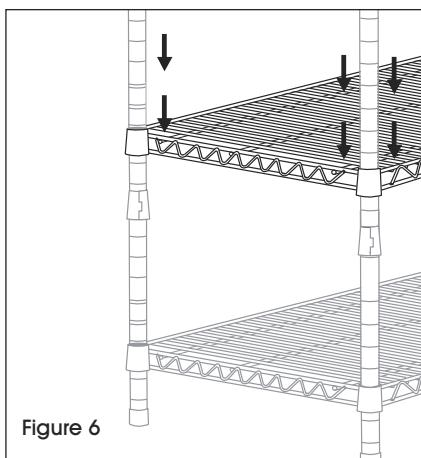

Figure 6
3. Déterminez la hauteur de la tablette suivante, enclenchez les supports, puis ajoutez et fixez la tablette. Répétez l'étape 4 pour ajouter les tablettes restantes. (Voir Figure 6)